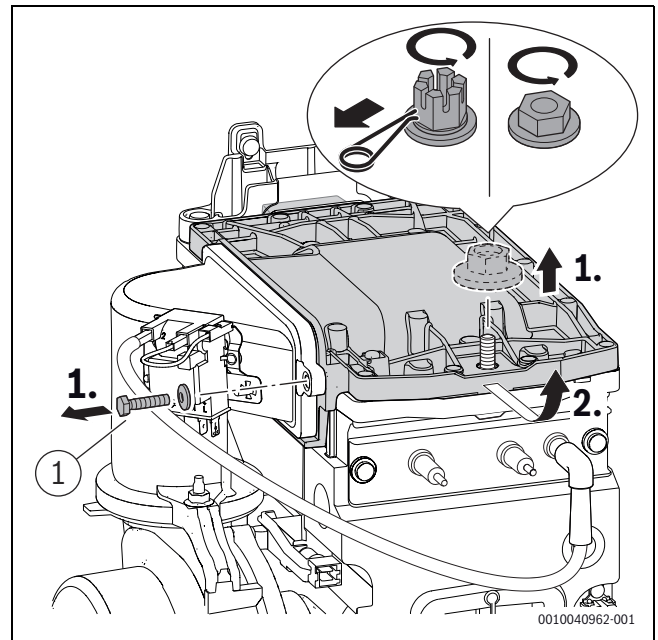

Fig. 56 Démontez le couvercle du brûleur
- ▶ Serrer la vis à gauche du capot de brûleur ([1], fig. 56) à 5,5+0,5 Nm.